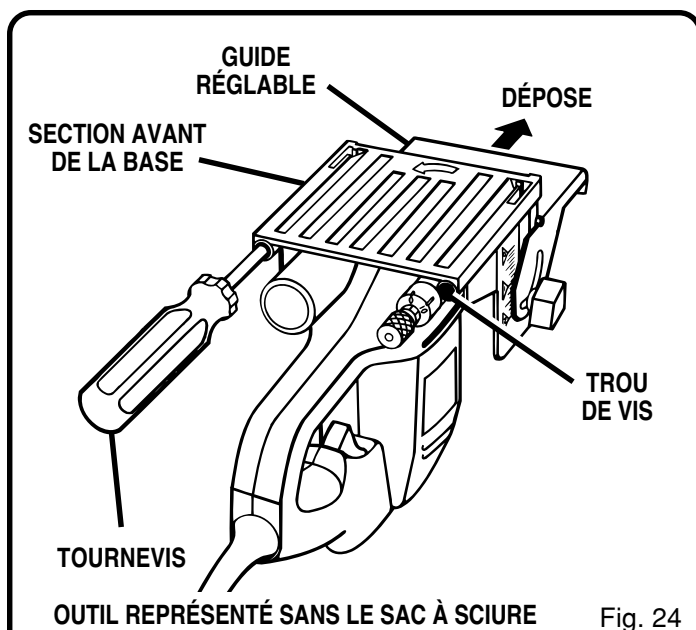

Fig. 24
3. Placez la machine d'assemblage à l'envers sur un établi, comme on le voit à la figure 24.
5. Tirez le guide réglable dans la direction indiquée par la flèche sur la figure 24, et déposez la partie avant de la base.
NOTE: Lorsque l'ensemble est tenu à la position de fonctionnement normale, les dents de scie sont orientées vers la droite de la scie. La direction de rotation est indiquée sur la lame de scie. Une flèche qu'on trouve sous la section avant de la base indique également le sens de rotation. Voir figure 24.